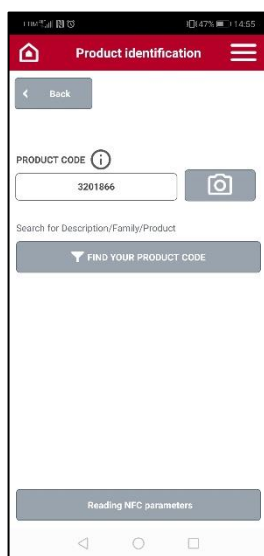
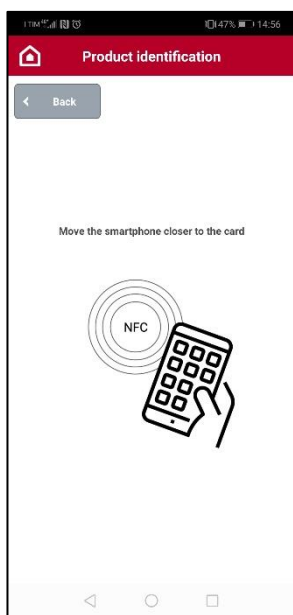
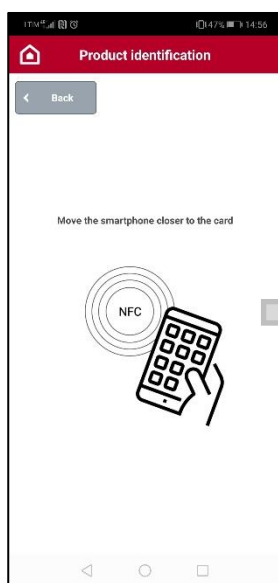
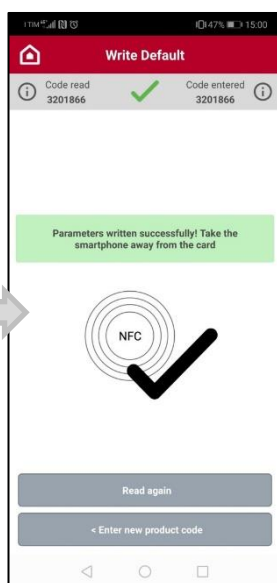

Fig. 3
Fig. 5
Fig. 11
Fig. 12a
Per eseguire una nuova lettura, andare nella pagina iniziale "Parametri NFC" (Fig. 3). Per iniziare la lettura del NFC del prodotto è necessario inserire il codice prodotto nello spazio al centro.
Per leggere i parametri con NFC è necessario posizionare lo smartphone vicino alla scheda elettronica installata sul prodotto (Fig. 5) (nota: assicurarsi di avere la funzione NFC abilitata nello smartphone).
- ① Premendo il tasto " Visualizza i parametri" lo smartphone comunica con il server: sarà necessario avere una connessione dati (Internet) attiva.
- ① La precedente lettura via NFC (Fig. 5) invece, può essere effettuata senza connessione internet.
Avvicinare lo smartphone alla scheda per scrivere tutti i parametri di fabbrica (Fig. 11). Se la procedura va a buon fine, verrà mostrato un messaggio di conferma (Fig. 12a).
A fine operazione sarà possibile premere il tasto "Leggi di nuovo" (Fig. 12a) per ripetere la lettura NFC sulla scheda (Fig. 5). In questo modo è possibile verificare che le modifiche dei parametri siano effettive. Altrimenti premendo il tasto "INSERISCI NUOVO CODICE PRODOTTO" (Fig. 12a) si torna alla pagina di ricerca prodotto iniziale (Fig. 3).
A fine operazione sarà possibile premere il tasto "Leggi di nuovo" (Fig. 18) per ripetere la lettura NFC sulla scheda (Fig. 5). In questo modo è possibile verificare che le modifiche dei parametri siano effettive. Altrimenti premendo il tasto “INSERISCI NUOVO CODICE PRODOTTO” (Fig. 18) si torna alla pagina di ricerca prodotto iniziale (Fig. 3).